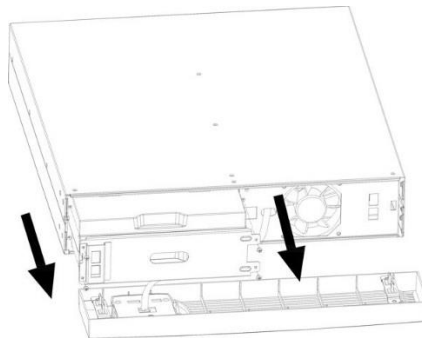

Abbildung 26: Entfernen der Batterieabdeckung
3. Entfernen Sie die Batterieabdeckung (s. Abbildung 26).